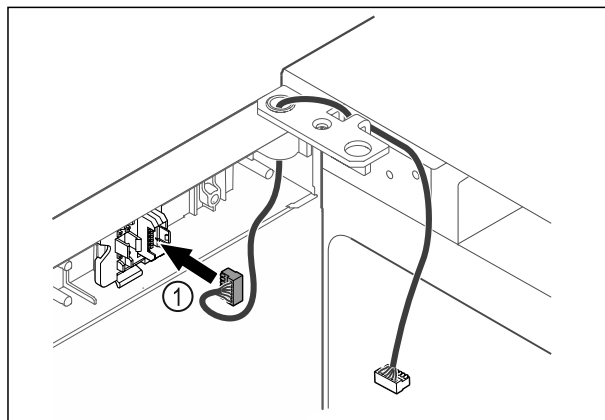

Fig. 43
- Vtič Fig. 43 (1) vstavite v držala vtiča.